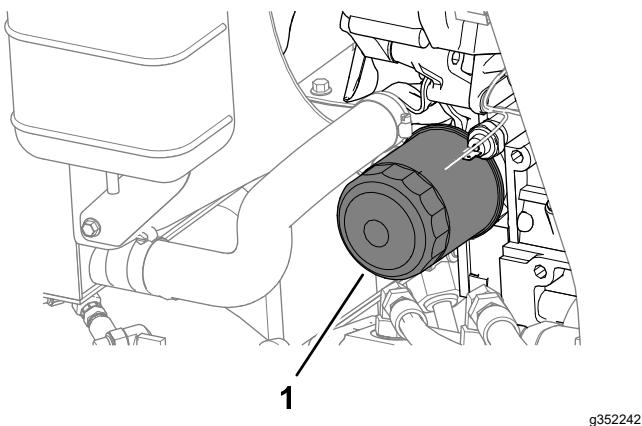

Figura 75
4. Togliete il filtro dell'olio (Figura 75).